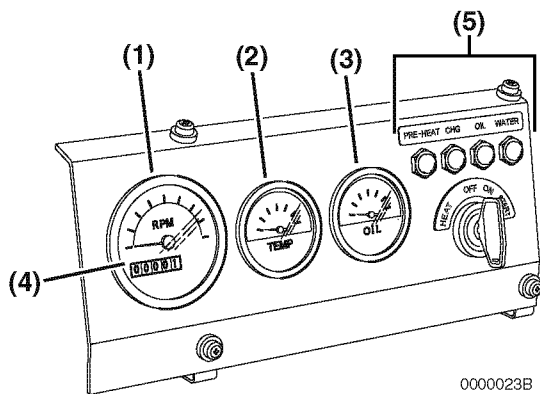
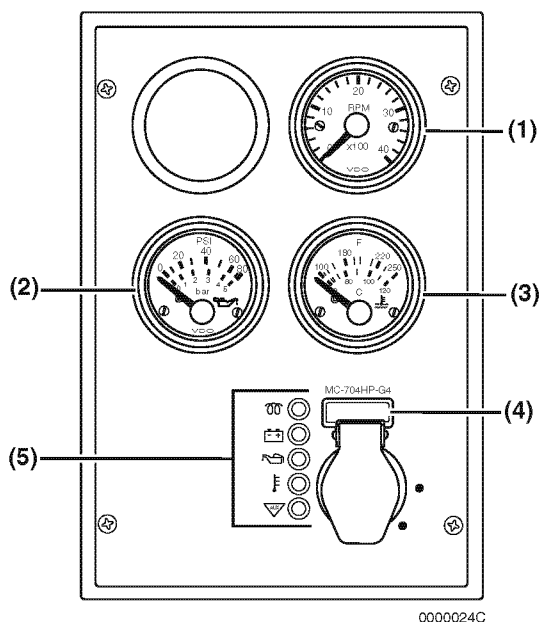

Figura 4
Figura 5
1. Mientras el motor esté funcionando, compruebe los medidores para verificar que muestran indicaciones normales. Los medidores que aparecen en **Figura 5** y **Figura 4** se proporcionan sólo para fines ilustrativos.
- **Tacómetro (Figura 5, (1)) o (Figura 4, (1))** - Asegúrese de que la velocidad del motor se encuentre dentro de los límites normales. Consulte *Especificaciones de velocidad del motor en la página 112*.
- **Presión de aceite del motor (Figura 5, (2)) o (Figura 4, (3))** - Asegúrese de que la presión de aceite del motor se encuentre dentro de los límites normales. Consulte *Especificaciones del motor principal en la página 113*.
- **Temperatura de refrigerante del motor (Figura 5, (3)) o (Figura 4, (2))** - Asegúrese de que la temperatura del refrigerante se encuentre dentro de los límites normales.
- **Medidor de horas** - La pantalla del medidor de horas (**Figura 5, (4)**) o (**Figura 4, (4)**) muestra el número total de horas que ha estado en funcionamiento el motor. Esta función resulta útil para planificar operaciones de mantenimiento. Consulte *Programa de mantenimiento periódico en la página 69*.
2. Después de que el motor ha alcanzado la temperatura de operación, todos los indicadores (**Figura 5, (5)**) o (**Figura 4, (5)**) se apagarán. Si cualquiera de los indicadores está encendido, apague el motor y realice las reparaciones necesarias.